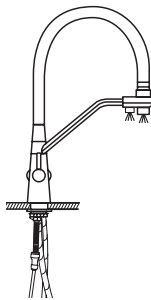

Figura 16.
9. Abre los suministros de agua caliente, fría y purificada. Revisa que no existan fugas en la base de la grifería, ni goteos en las conexiones, ver Figura 16.